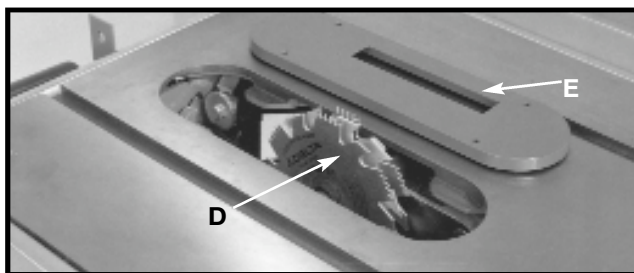

Fig. 55
2. Sujete el juego de cabezales para ranuras (D) Fig. 55, al eje de la sierra.
⚠ PRECAUCIÓN EL INSERTO PARA MESA DEL JUEGO DE CABEZALES PARA RANURAS (E) FIG. 55, DEBE UTILIZARSE EN LUGAR DEL INSERTO ESTÁNDAR.